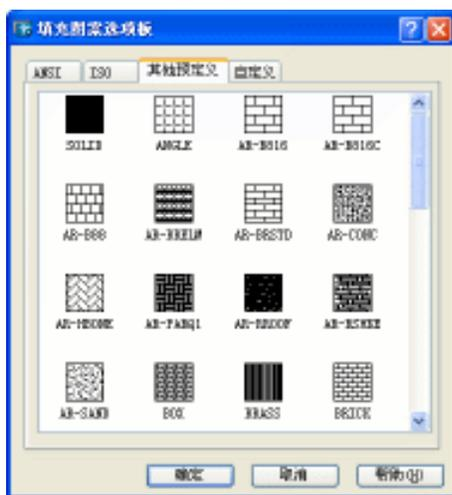

图 6-1-27
**STEP 11** 单击该对话框中的图案选项旁边的  按钮或单击样例选项右边的图案, 弹出填充图案选项板对话框, 如图 6-1-27 所示。